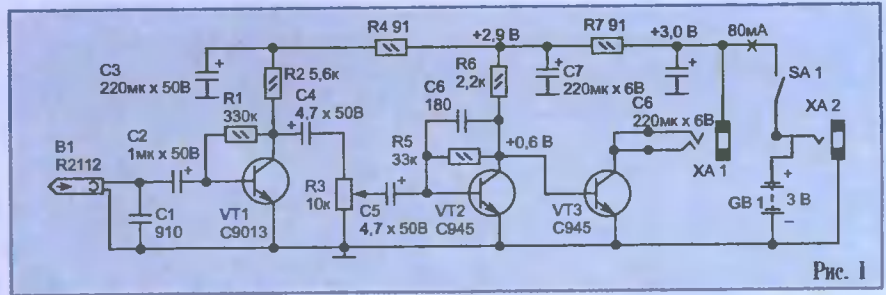
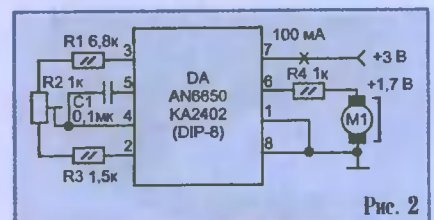
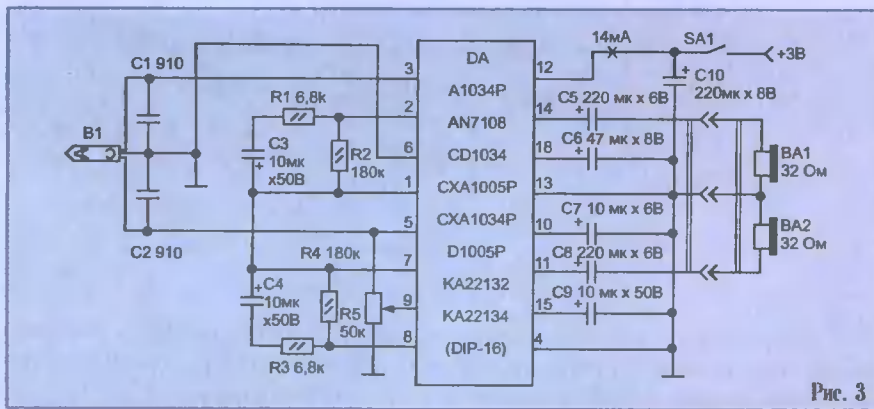

Рис. 1
Рис. 2
Рис. 3
Обращает на себя внимание модель SP-8002 фирмы AIWEI, которую с первого взгляда можно принять за модель известной фирмы AIWA из Японии, тем более, что на панели ее красуется надпись "Стерео", "Супербас". То есть, судя по этой надписи, плейер должен обеспечивать дополнительный подъем басовых звуков по крайней мере на 10 дБ выше уровня первоначальной записи. На самом деле, как показало вскрытие, эта модель — явная подделка, сделанная где-то в глухой китайской деревне. Оказалось, что воспроизводящая головка — монофоническая, усилитель — простейший, всего на трех транзисторах, потому ни о какой стереофонии не может быть и речи. Простота конструкции как-то компенсируется хорошим качеством двигателя и стабилизатора скорости его вращения, выполненного на отдельной микросхеме. На рис. 1 приведена принципиальная схема усилителя этого плейера, а на рис. 2 — принципиальная схема включения двигателя лентопротяжного механизма. Заметим кстати, что подобные "стереофонические" плейеры появились более 10 лет тому назад и, как видно, не собираются выходить из моды, вводя в заблуждение наивных покупателей.
Особенностью плейеров фирмы AIWA является то, что за счет применения более экономичного двигателя срок службы гальванических элементов увеличивается до 16 ч. Правда, фирма скромно умалчивает, что это относится только к щелочным элементам. Ряд моделей, например, SHARP JC-213X (BK), имеют трехполосный эквалайзер с регулировкой на частотах 100 Гц, 1 кГц и 10 кГц, другие — AIWA HS-TA144, CASIO AS-210R снабжены высокочувствительными приемниками с двумя стандартными диапазонами принимаемых волн. В большинстве случаев тракт воспроизведения имеет стереофоническую магнитную головку, сквозной стереофонический тракт усиления на одной микросхеме с выходом на головные телефоны 2 x 32 Ом. Двигатель постоянного тока имеет стабилизатор скорости вращения на одной микросхеме, собранной по принципиальной схеме, приведенной на рис. 2. Чаще всего тракт воспроизведения собран по принципиальной схеме, как показано на рис. 3. Плейеры, имеющие режим автореверса, собраны на специальных интегральных микросхемах, внутри которых осуществляется электронная коммутация четырех катушек одной стереофонической магнитной головки при